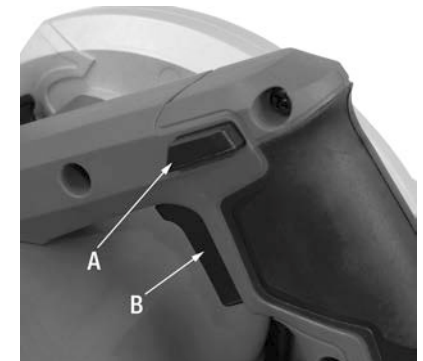

FIGURE 7
Cette scie comprend une caractéristique de sécurité qui empêche les départs accidentels. Pour mettre la scie en marche, appuyez et tenir le bouton de sécurité (A) Fig.7 et ensuite tirez sur la gâchette (B).